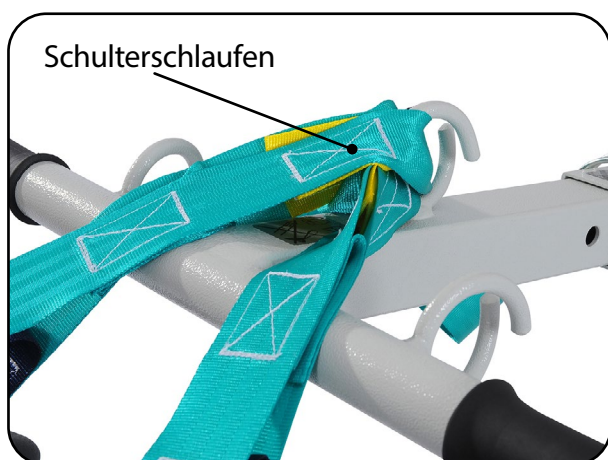
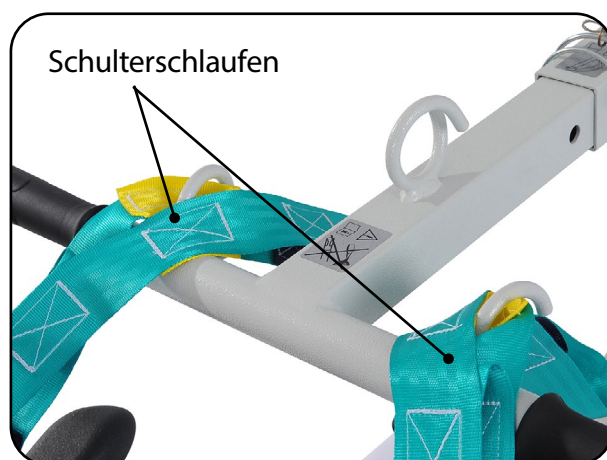

Abb. 9.2.08 – Gurtschlaufen im mittleren Haken des Hebearmes
Abb. 9.2.09 – Gurtschlaufen in den äußeren Haken des Hebearmes
14. Hängen Sie die Schulterschlaufen des aks-Aufrichtgurtes mit Brustschleife entsprechend dem Kapitel Vorbereitung Abschnitt **Hebearme der aks-Aufstehlifter** (Gebrauchsanweisung des jeweiligen Liftergurtes) so eng wie möglich an die Haken des Hebearmes. Achten Sie auf die gleiche Einhängenposition, erkennbar an der farblichen Kennzeichnung der Schlaufen (siehe Kapitel Vorbereitung Abschnitt **Gurtschlaufen** - Gebrauchsanweisung des jeweiligen Liftergurtes). Die Schulterschlaufen können zusammen im mittleren Haken eingehängt werden (Abb. 9.2.08) oder es kann jeweils eine Schulterschleife in die zwei äußeren Haken eingehängt werden (Abb. 9.2.09).